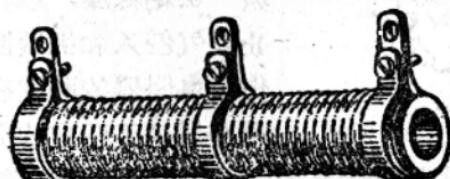

图10 線繞电阻器
4. 線繞电阻器 如图10所示，是在瓷管上繞一层鎳銅合金或鎳鉻合金的阻力綫。綫的两端用金属夹子固定，并用导綫引出。線繞电阻器的表面上涂有一层瓷漆，以保护阻力綫。線繞电阻器的阻值及承受功率均标明在电阻器上。線繞电阻